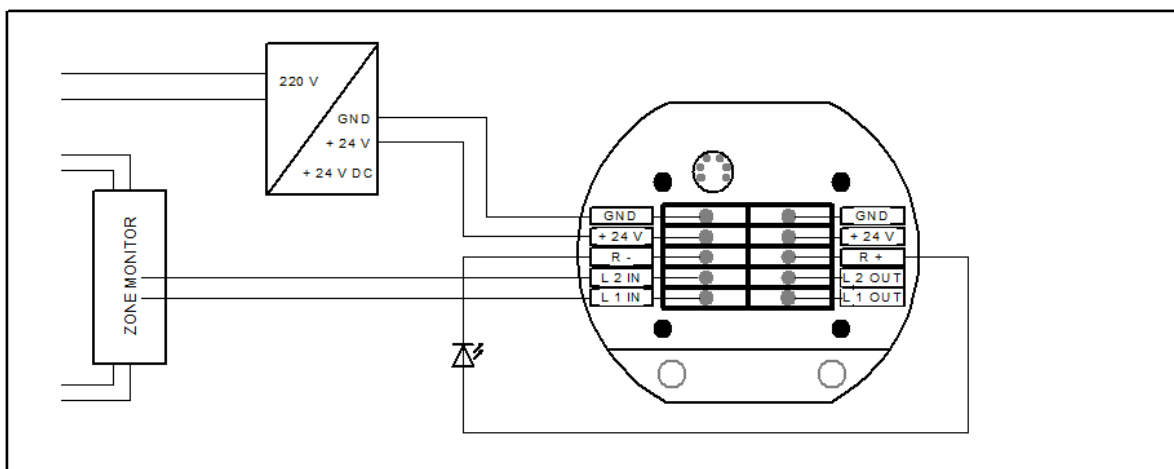

Fig. 2
- Verbinden Sie das Kabel laut Anschlussplan Fig. 2 mit dem Rauchmelder, und schieben Sie den Rauchmelder in die Unterputzdose.